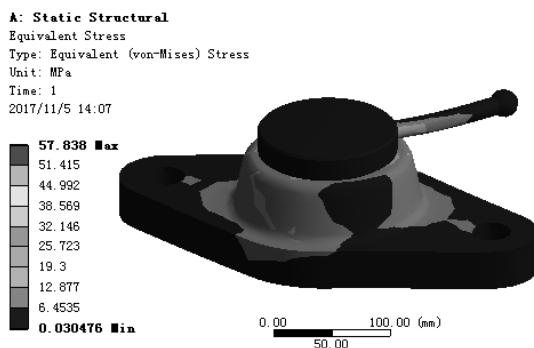

图 7.6.45 应力结果图解
(1) 求解分析。在顶部工具栏中单击 Solve 按钮求解分析。
(2) 查看应力结果图解。在“Outline”窗口中选中 Equivalent Stress，查看图 7.6.45 所示的总应力结果，其最小应力为 0.030476MPa，最大应力为 57.838MPa。